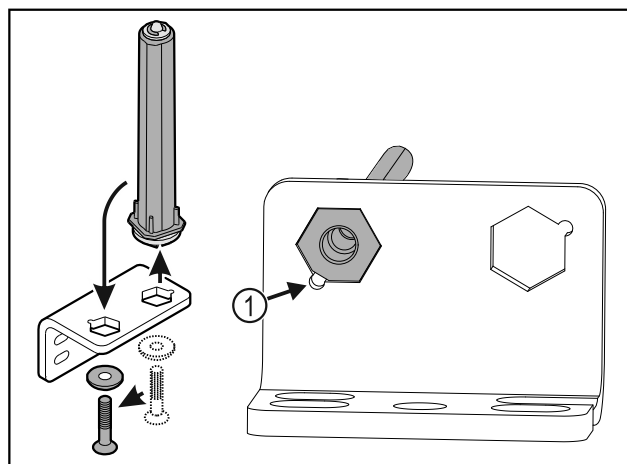

Fig. 33
- Ügyeljen arra, hogy felhelyezéskor a csapszeg élettörése Fig. 33 (1) a kerek furat felé mutasson.